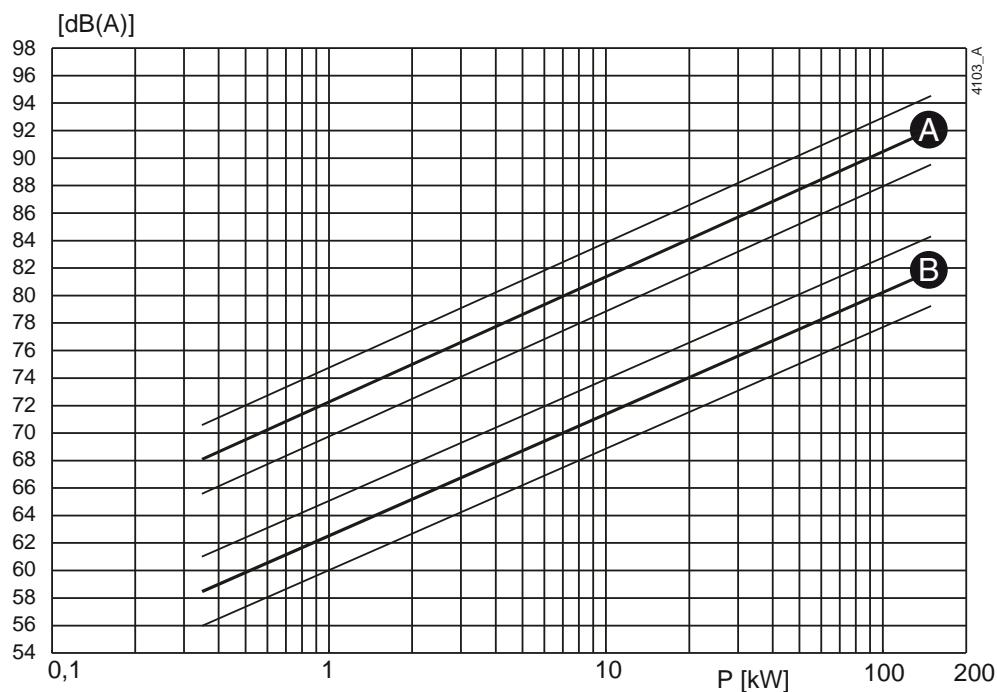
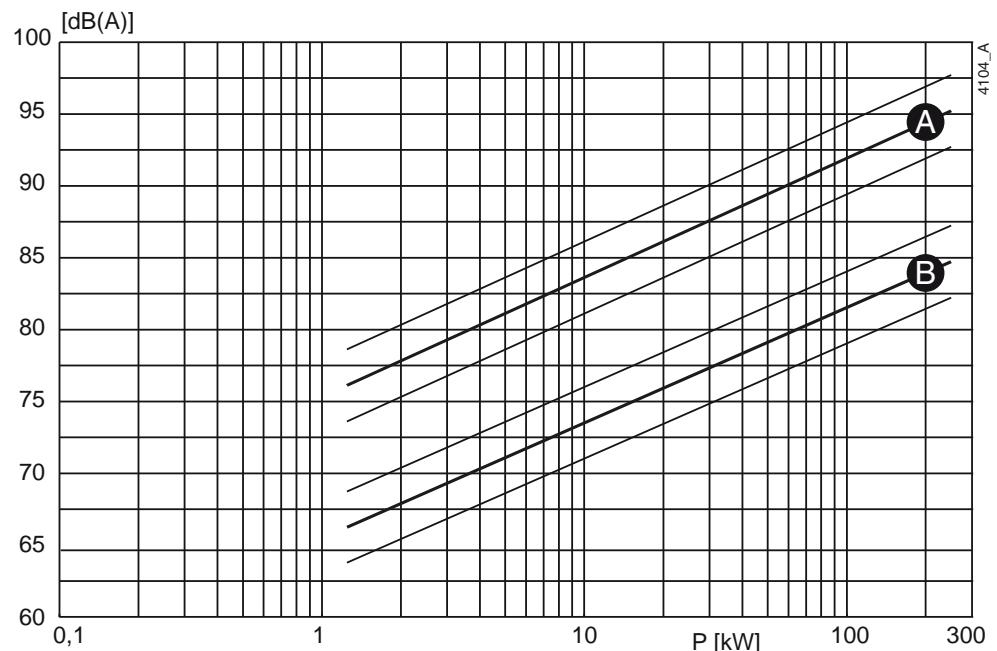

Рисунок 61: Зависимость уровня шума от мощности насоса [кВт] при 1450 об/мин
Рисунок 62: Зависимость уровня шума от мощности насоса [кВт] при 2900 об/мин
- 1 Определите уровень шума ( $L_1$ ) насоса, см. рисунок 61 или рисунок 62.